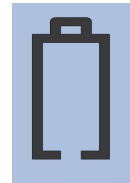

Abb. 1A
1. Das Werkzeug einschalten und prüfen, ob das Batteriesymbol in der oberen linken Ecke des Displays angezeigt wird. Wenn das Batteriesymbol erscheint (Abb. 1A), mit dem Abschnitt „Pflege und Wartung der aufladbaren Batterie“ auf S. 9 fortfahren. Wenn das Batteriesymbol nicht angezeigt wird, ist die Batterie geladen.